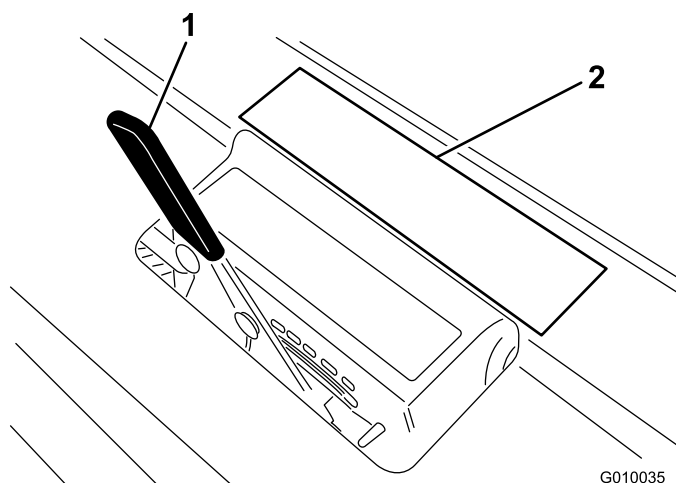

Рисунок 27
2. Уложите зуб на наклейку с шкалой глубины проколов (Рисунок 27) так, чтобы один конец зуба был совмещен с требуемой глубиной аэрации (см. «Наложение зуба на шкалу»).